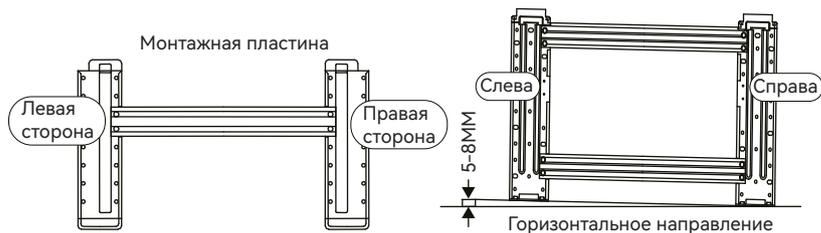

Рис. 4
- Просверлите отверстия, как показано на Рис. 4. Отверстие диаметром 80 мм должно быть направлено под небольшим уклоном вниз.